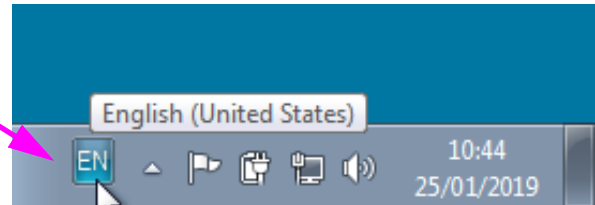

Figura C-19. Menú desplegable de idioma - pantalla de inicio de sesión (Windows 7)
2. Haga clic en el icono de dos letras; aparece un menú similar al que se muestra a la izquierda de la Figura C-19.